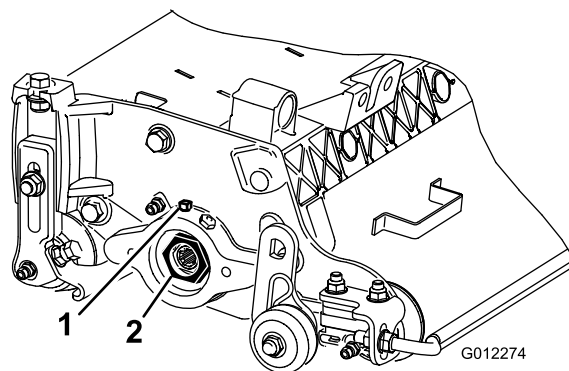

Figure 10
A. Desserrez la vis extérieure qui fixe l'écrou de réglage au logement de roulement situé sur le côté gauche du plateau de coupe (Figure 10).